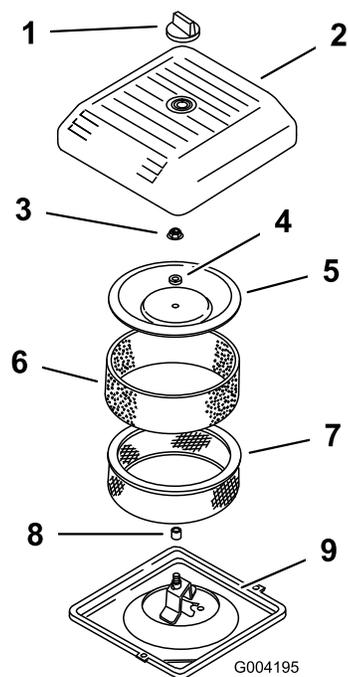

Figura 39
3. Desenrosque el pomo y retire la tapa del limpiador de aire (Figura 39).
4. Deslice cuidadosamente el pre-filtro de gomaespuma para separarlo del elemento de papel (Figura 39).
5. Desenrosque la tuerca de la tapa y retire la tapa, el espaciador y el filtro de papel (Figura 39).